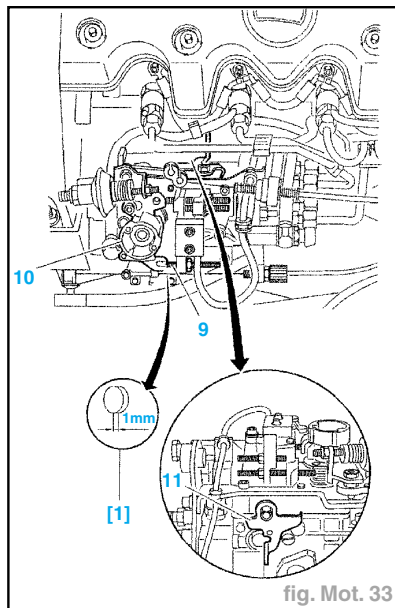

fig. Mot. 33
- Placer une cale de 1 mm [1] entre le levier de charge (10) et la vis (9) de réglage du débit résiduel (fig. Mot. 33).
- Agir sur la vis (9) de réglage du débit résiduel pour obtenir un régime moteur de $835 \pm 40 \text{ tr/min}$.